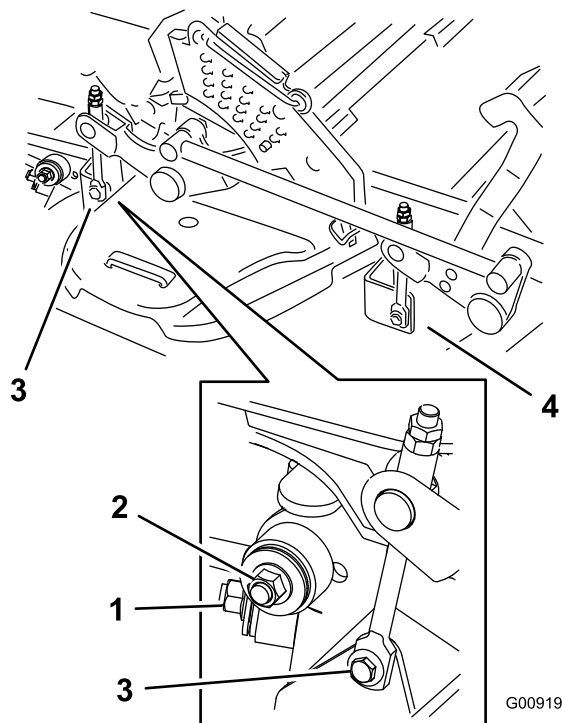

Figure 102
7. Enlevez et mettez de côté les fixations des deux côtés du tablier (Figure 102).